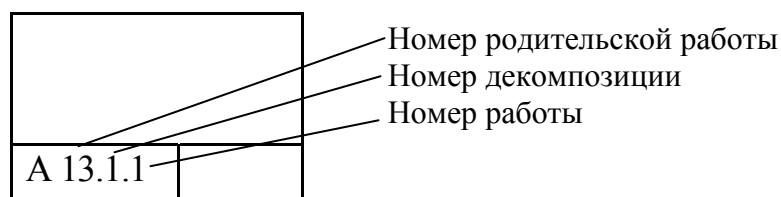

Рис. 97. Номер единицы работы (UOW)
2. Перекресток для слияния "И" не может следовать за перекрестком для разветвления типа синхронного или асинхронного "ИЛИ" (рис. 97). Действительно, после работы 1 может запускаться только одна работа – 2 или 3, а для запуска работы 4 требуется окончание обеих работ — 2 и 3. Такой сценарий не может реализоваться.
ит из номера родительской работы, номера декомпозиции и собственного номера работы на текущей диаграмме (рис. 97).